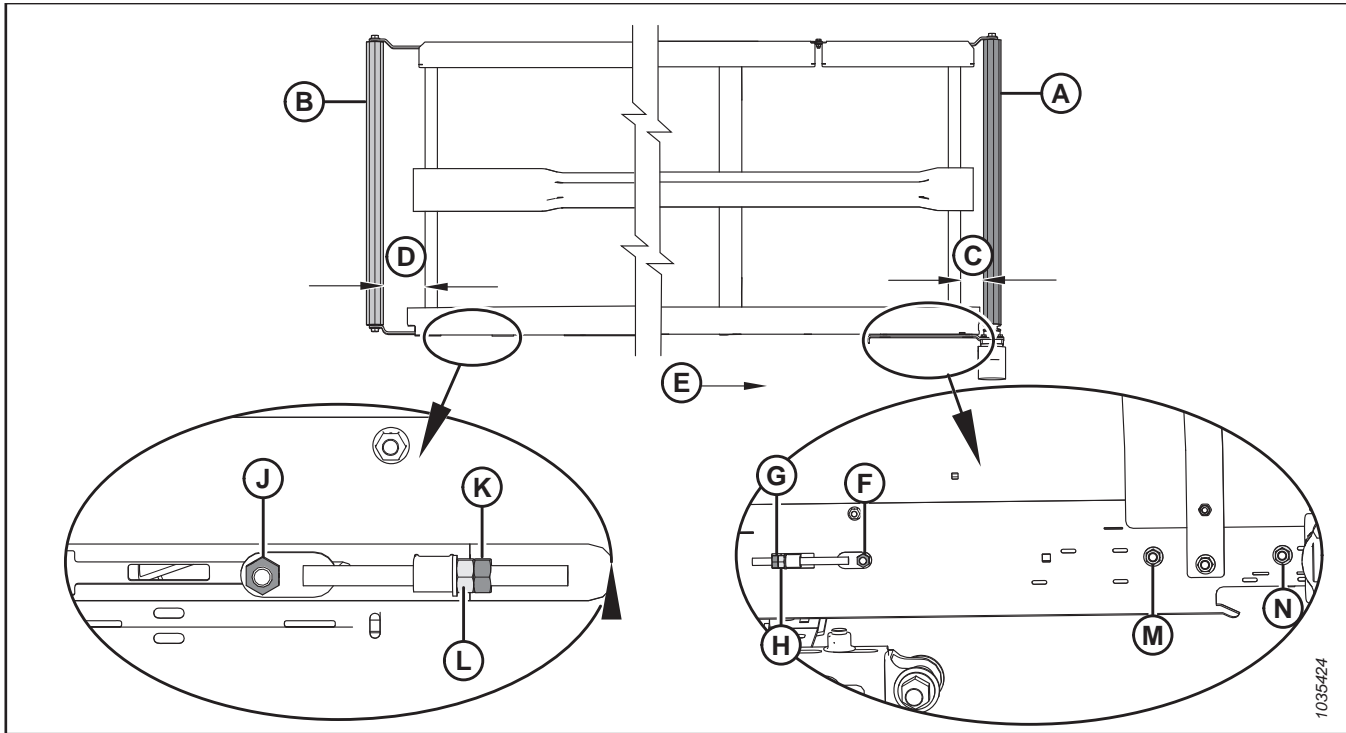

Figura 4.250: Regolazioni del centraggio dei tappeti – Tappeto sinistro
2. Regolare il rullo di trasmissione (A) per modificare C (vedere la tabella 4.2, pagina 432 e la figura 4.250, pagina 432) come segue:
- a. Allentare i dadi (F), (M) e (N) e il controdado (G).
- b. Ruotare il dado del regolatore (H).
- c. Serrare i dadi (F), (M) e (N) e il controdado (G).
3. Regolare il rullo folle (B) per modificare D (vedere la tabella 4.2, pagina 432 e la figura 4.250, pagina 432) come segue:
- a. Allentare il dado (J) e il controdado (K).
- b. Ruotare il dado del regolatore (L).